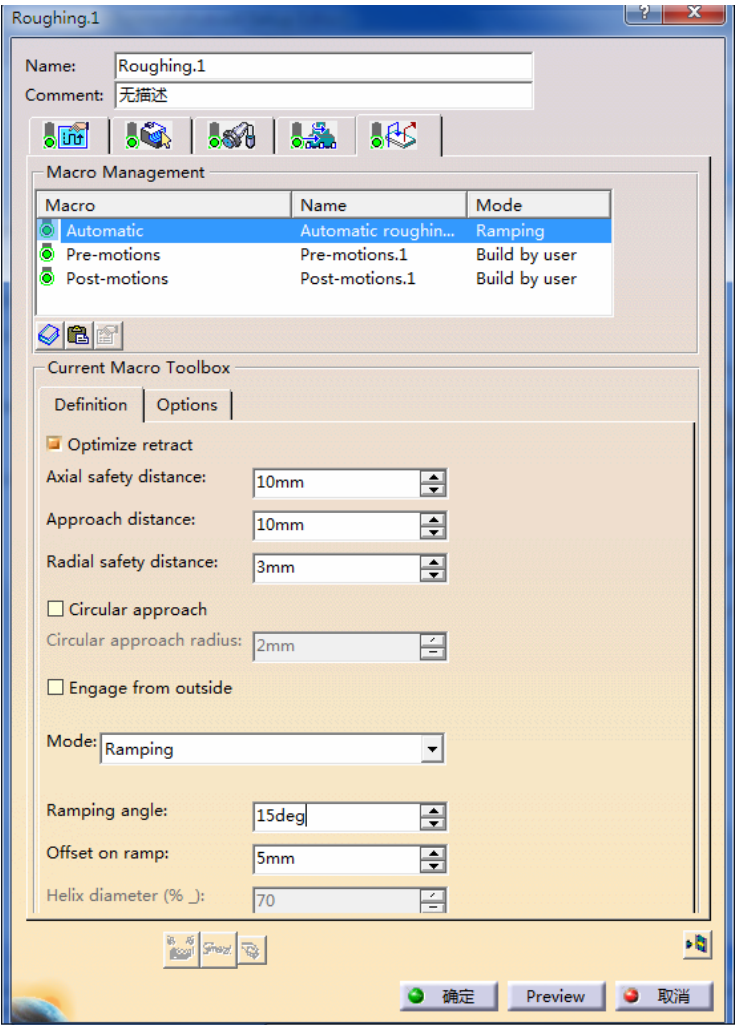

图 5-88 进退刀路径选项卡
- 在“Macro Management”区域中的列表框中选择“Automatic”, 在“Mode”下拉列表中选择“Ramping”, 设置其他参数如图 5-88 所示。